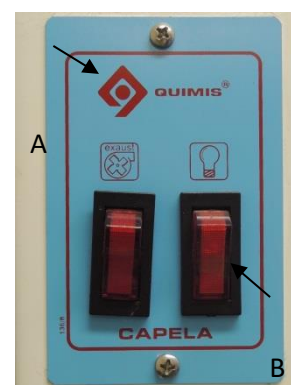

Figura 2. Painel de controle
- 2.2. Ligue o interruptor do motor (Figura 2.A)
- 2.3. Ao acionar o interruptor da lâmpada (Figura 2.B), a lâmpada existente no interior do botão do interruptor deve acender, e a capela deverá estar internamente iluminada;